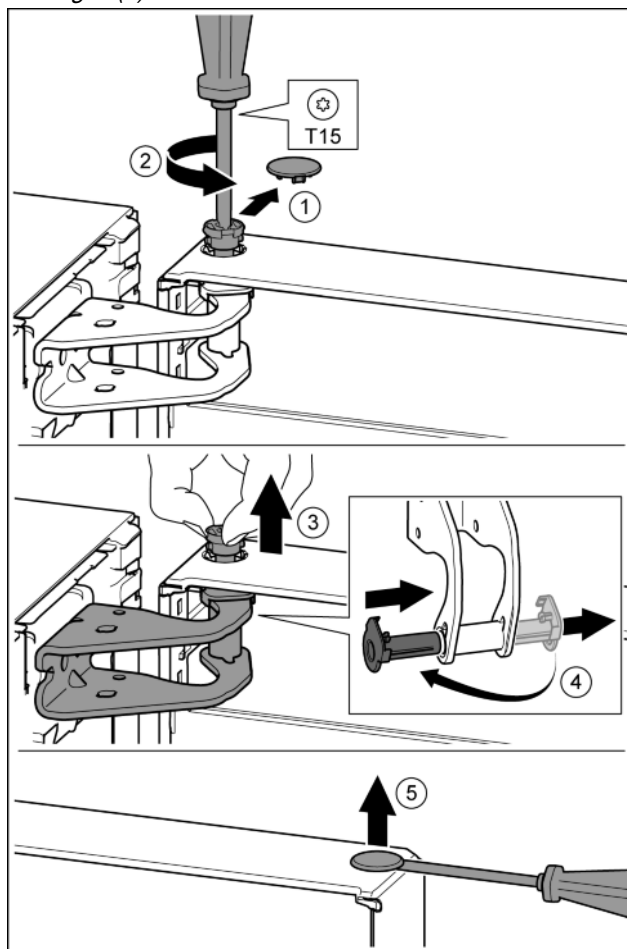

Fig. 8
- Ostrożnie zdjąć osłonę zabezpieczającą. Fig. 8 (1)
- Sworzeń wykręcić nieco przy pomocy śrubokręta T15. Fig. 8 (2)
- Przytrzymać drzwi i wyjąć sworzeń palcami. Fig. 8 (3)
- Tuleję łożyskową wyjąć z prowadnicy. Założyć z drugiej strony i zazębić. Fig. 8 (4)
- Zatyczkę ostrożnie podważyć przy pomocy śrubokręta i wyjąć z tulei łożyskowej drzwi. Fig. 8 (5)